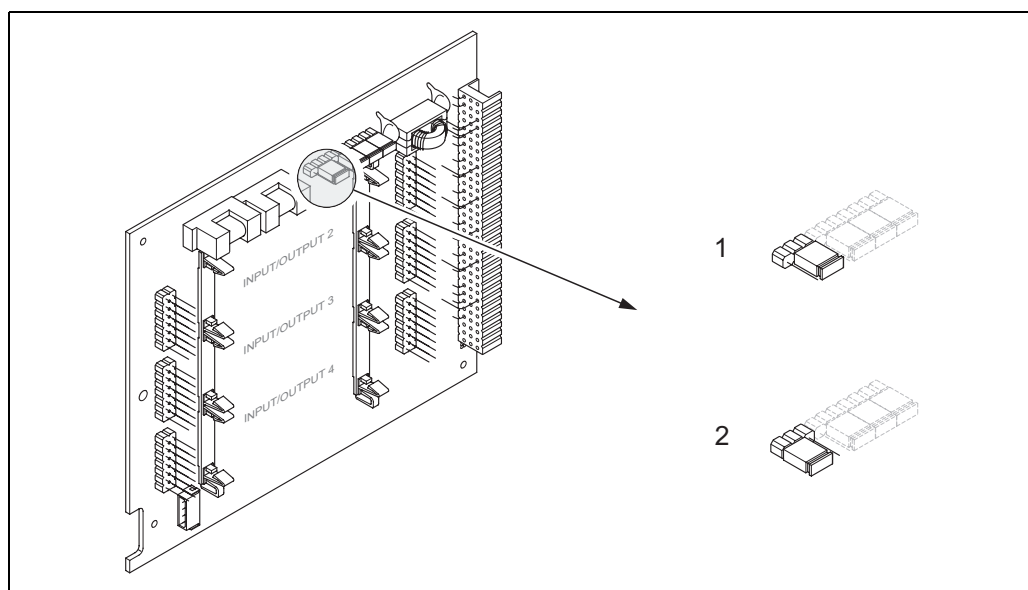

Fig. 32: Attivazione/disattivazione della protezione di scrittura HART
3. Attivare o disattivare la protezione di scrittura HART mediante il ponticello, se possibile → Fig. 32.